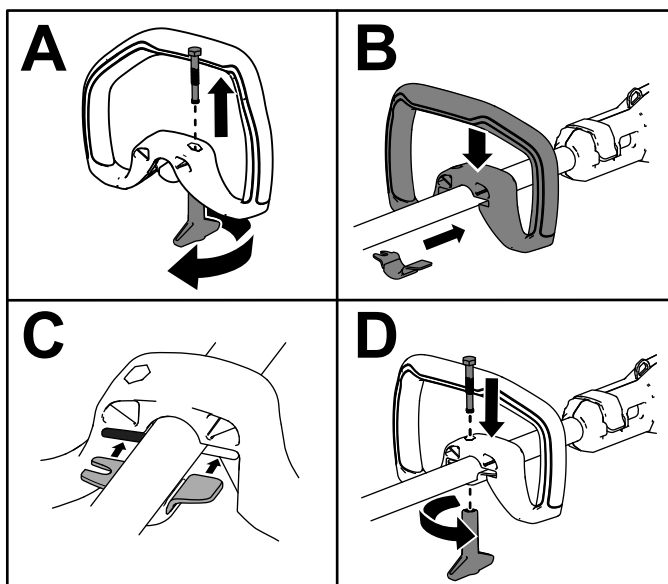

Figura 4
1. Separe la empuñadura auxiliar del soporte desenroscando el pomo de bloqueo de la empuñadura y retirando el perno (A, Figura 4).
2. Alinee el soporte con la empuñadura auxiliar (Figura 4, B).
3. Deslice el soporte en la ranura de la empuñadura auxiliar (Figura 4, C).
- Sujete el soporte inferior a la empuñadura auxiliar con el pomo de bloqueo del manillar y el perno que retiró anteriormente (Figura 4, D).